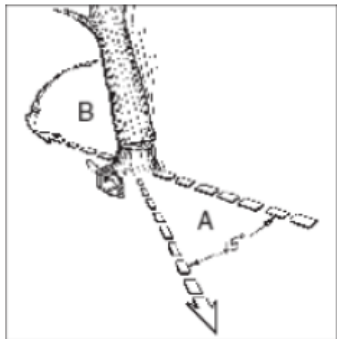

Fig 10a
Avertisment: Înainte de a începe tăierea, trebuie prevăzută și degajată o cale de evacuare (A). Calea de evacuare trebuie să se prelungească înapoi și în diagonală, în sens opus direcției de cădere, ca în Fig. 10a.
În caz că diametrul lemnului tăiat depășește lungimea lamei, efectuați două tăieturi, ca în figură (Fig. 10d). AVERTISMENT: Când tăietura de doborâre se apropie de balama, arborele ar trebui să înceapă să cadă. Când arborele începe să cadă, scoateți ferăstrăul din tăietură, opriți motorul, lăsați jos ferăstrăul cu lanț și părăsiți zona pe calea de evacuare (Fig. 10a).